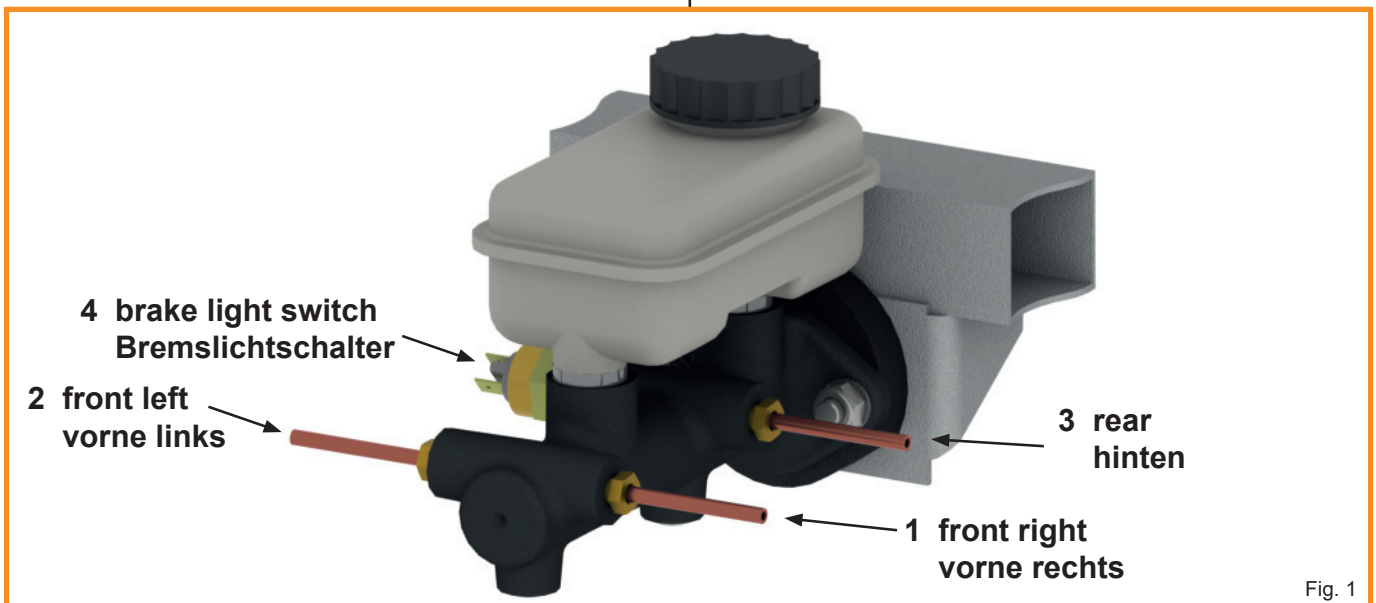

Fig. 1
- See Fig.1
- Achten Sie darauf, dass die beiden Bremsleitungen der Vorderachse an die, in Fahrtrichtung, hinteren beiden Anschlüsse (1) und (2) des Hauptbremszylinders kommen.
- Die Leitung der Hinterachse und der Bremslichtschalter kommen an die in Fahrtrichtung, vorderen Anschlüsse (3) und (4).
- Siehe Fig.1